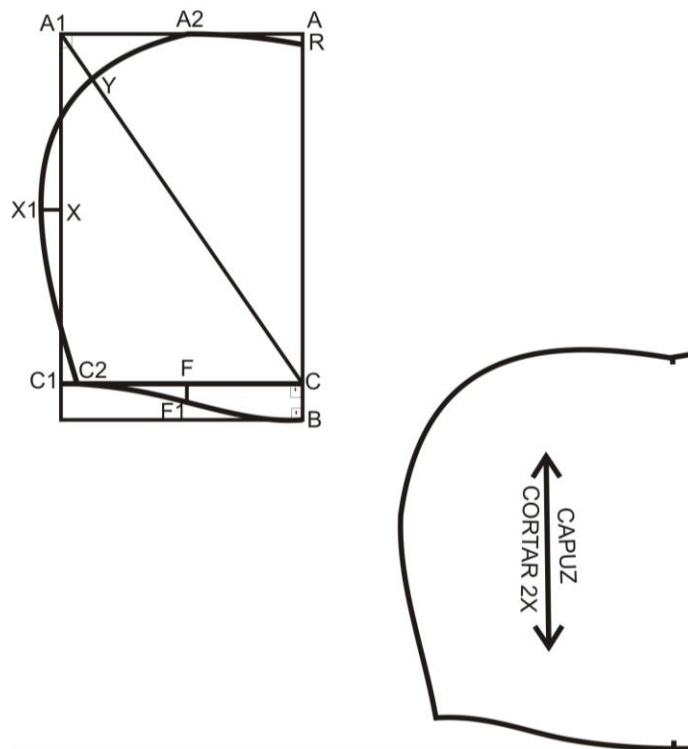

Figura 36 – Capuz.
14.8.2 - TRAÇADO BÁSICO DO CAPUZ (FIGURA 36)